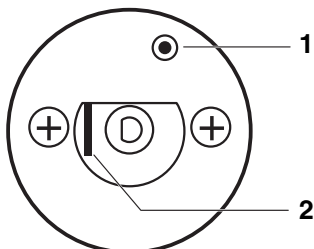

Abb. 5 Auslösen Sicherheitstemperaturbegrenzer
- Hebel oder Taste (je nach Reglertyp) mit Schraubendreher o. ä. nach hinten drücken und so lange gedrückt halten, bis der Sicherheitstemperaturbegrenzer auslöst (Abb. 5).